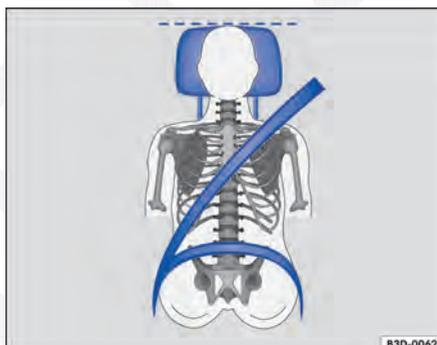

Fig. 39 Posição correta do cadarço do cinto de segurança e ajuste correto do apoio para cabeça.
- Ajustar o apoio para cabeça de modo que a borda superior do apoio para cabeça se encontre preferencialmente na mesma linha da parte superior da cabeça – porém não abaixo da altura dos olhos. Posicionar a nuca tão próxima quanto possível do apoio para cabeça ⇒ Fig. 38 e ⇒ Fig. 39.